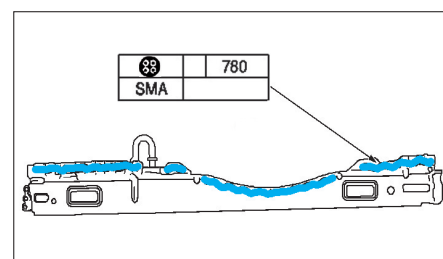

FIG. 129
- Encoller la traverse (fig. 129).